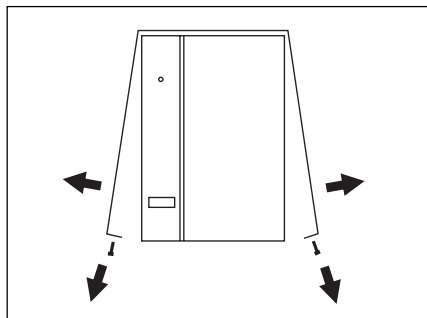

Fig 1
- mettre Pulsar CT à l'arrêt et hors tension en débranchant le cordon de raccordement au réseau électrique ④ (voir page 1),
- ouvrir le capot de Pulsar CT (voir figure 1),